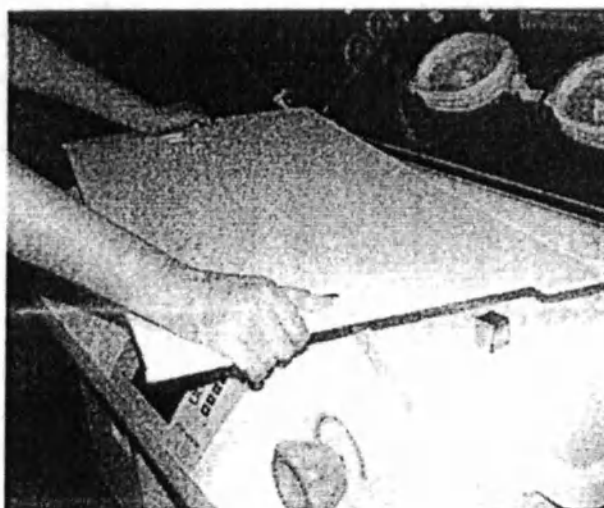

Рисунок 5-3, Удаление основной панели.
5. См. Рисунок 5-3 , чтобы вытащить основную панель, после ослабления винтов.